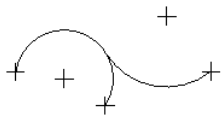

图 3.3.9 位置 1
-  按钮: 用于调整平行直线的位置。此按钮有两种状态, 分别为  和  , 它们对应的位置如图 3.3.9~图 3.3.10 所示。